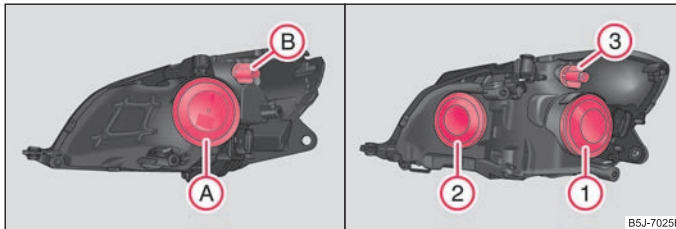

Abb. 164 Einbaulage der Lampen: Halogen-Scheinwerfer / Halogen-Projektorscheinwerfer
Positionen der Glühlampen im Halogen-Scheinwerfer ⇒ Abb. 164 links und im Halogen-Projektorscheinwerfer ⇒ Abb. 164 rechts.
- Nehmen Sie die Schutzkappe ab Ⓐ ⇒ Abb. 164.
- Nehmen Sie die Schutzkappe ab ① ⇒ Seite 195, Abb. 164 rechts.
- Nehmen Sie die Schutzkappe ab ② ⇒ Seite 195, Abb. 164 - rechts.
- Drehen Sie die Fassung ② ⇒ Seite 195, Abb. 164 bzw. die Fassung ③ nach links und nehmen Sie diese zusammen mit der Glühlampe für Blinklicht heraus.
- Nehmen Sie die Schutzkappe ab ① bzw. ② ⇒ Seite 195, Abb. 164.